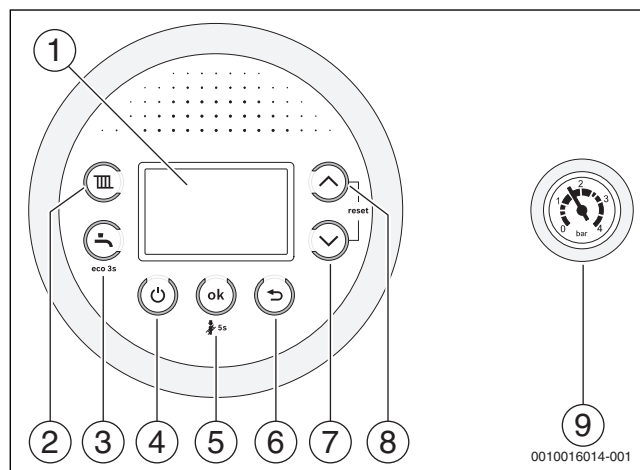

Fig. 1
- ▶ Spegnerne l'apparecchio con il tasto  (→ fig. 1).